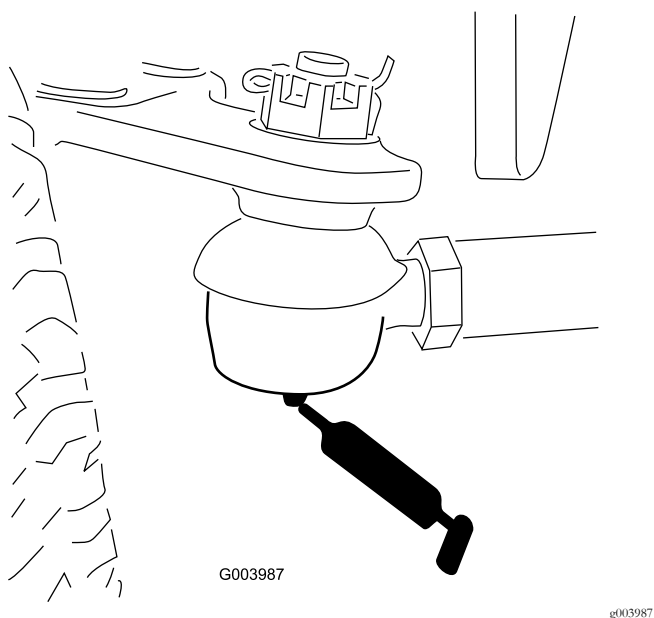

Figure 33
- Bielle de essieu arrière (2)—Figure 33